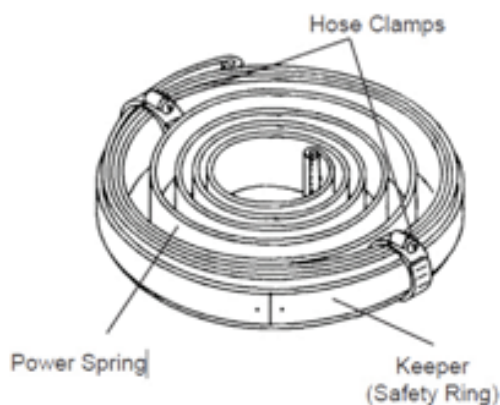

Fig. 12
8. Proteja suas mãos com luvas de couro pesadas. Antes de remover a mola de força, garanta-a com braçadeiras, ajudando-se com um alicate do tipo trava para comprimir e manter várias linhas da mola de força juntas (fig. 12). Em seguida, remova cuidadosamente a mola elétrica.